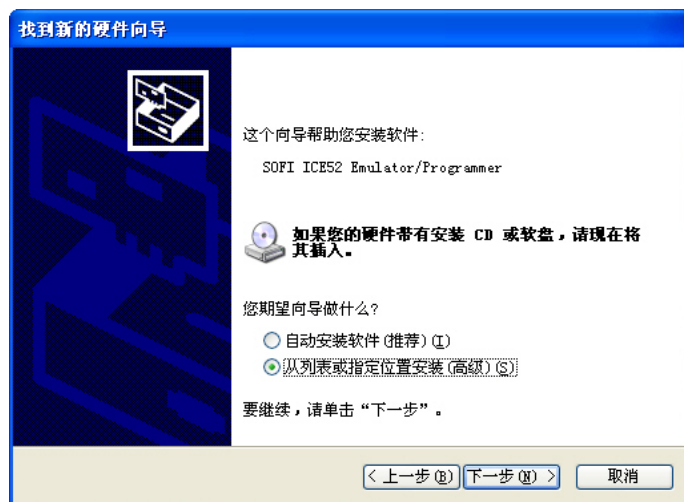

图 2.14
3) 接下来选择“从列表或指定位置安装(高级)(S)” 然后点击下一步（图 2.14）；